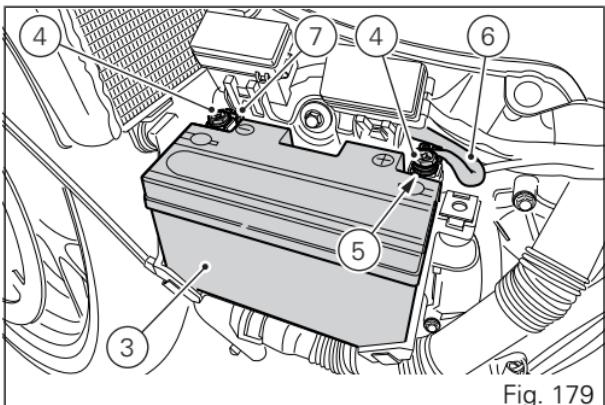

Fig. 179
Repositionner la batterie (3) dans le support, en orientant les câbles (5) et (6) comme indiqué en (Fig. 179).